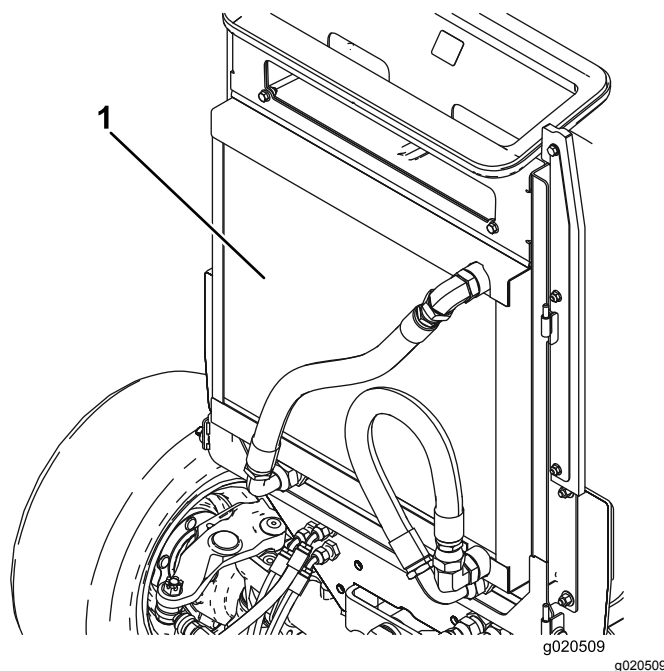

Figure 50
2. Nettoyez soigneusement les deux côtés du radiateur/refroidisseur d'huile (Figure 50) à l'air comprimé. Commencez par l'avant et soufflez les débris vers l'arrière. Nettoyez ensuite en soufflant de l'arrière vers l'avant. Répétez cette